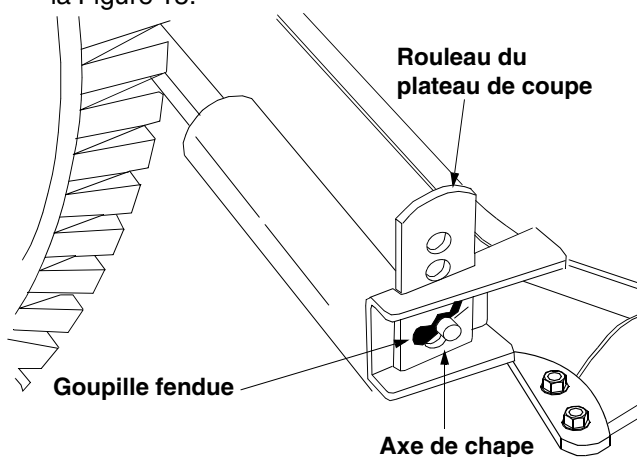

Figure 15
- Retirez les axes de chape et les goupilles-épingles des supports du rouleau du plateau de coupe sur la gauche et sur la droite du plateau de coupe. Voir la Figure 15.
- Relevez ou abaissez les supports du rouleau du plateau de coupe par les fentes sur l'arrière du plateau jusqu'à ce que vous obteniez la position voulue. Replacez les axes de chape et les goupilles-épingles que vous venez d'enlever. Voir la Figure 15.